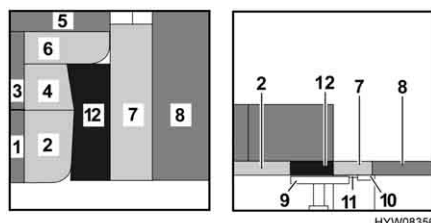

Fig. 88 Dopo la trasformazione
- Appoggiare affiancati tra loro il cuscino dello schienale (Fig. 88,8) e il cuscino (Fig. 88,7) del divano.
- Posizionare il cuscino aggiuntivo (Fig. 88,12) tra i cuscini del divano (Fig. 88,2, 4 e 7).